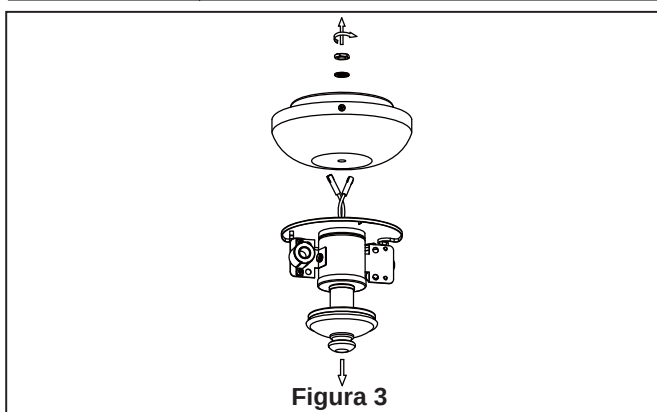

Figura 3
- ☐ 3. Desmontar la caja del interruptor con el kit de Iluminación. (Figura 3)
3. Para que el ventilador sea funcional, instale las pilas (incluidas) de 23A/12V en el transmisor del mando a distancia. Mientras el ventilador esté apagado. A continuación, siga el proceso de fijación remota de código. Si no se utiliza el ventilador durante un largo periodo de tiempo, extraiga la batería para evitar cualquier daño al transmisor. Almacene el mando a distancia en un lugar alejado del calor o la humedad excesiva. (Figura 3)